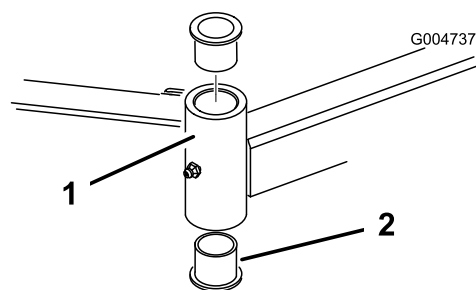

Figura 26
4. Inserte un botador fino en la parte superior o inferior del tubo de montaje y dé golpes hasta retirar el casquillo del tubo (Figura 26). Retire también el otro casquillo del tubo. Limpie el interior de los tubos para eliminar toda suciedad.